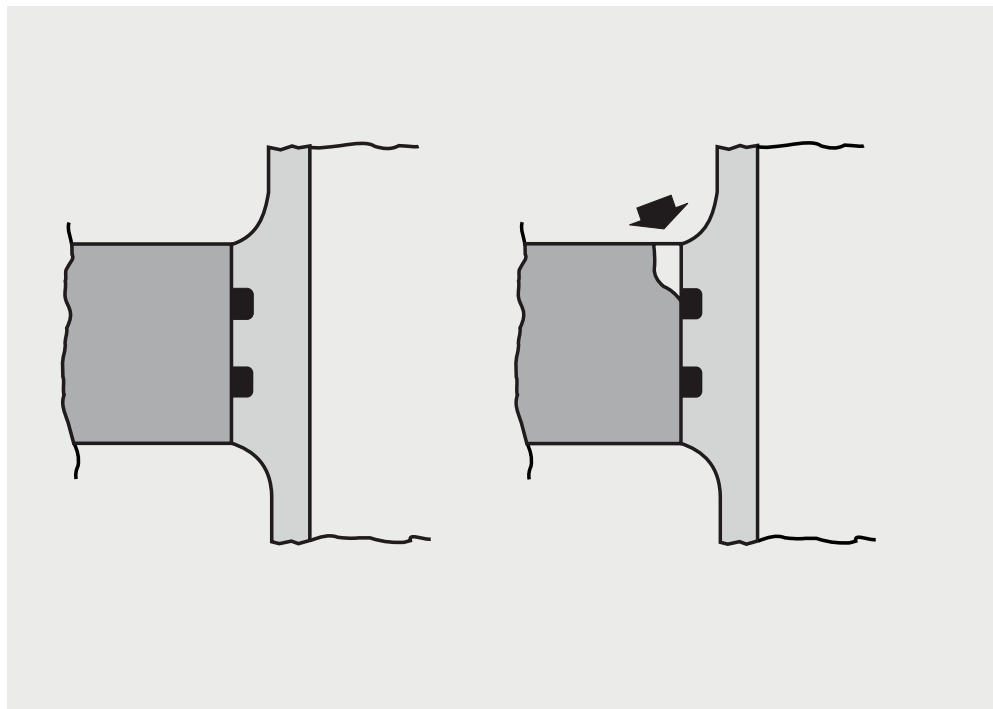

Abb. 3: Sitzfläche der Zylinderlaufbuchse
- Mangelhafter oder unpräziser Sitz der Laufbuchse im Gehäuse (Abb. 3). Die Buchsenbundaufgabe bzw. der Buchsensitz muss frei von jeglichen Fremdkörpern oder Dichtmitteln sein. Dies ist notwendig um einen sicheren und korrekten Sitz im Motorblock zu gewährleisten und die benötigte Flächenpressung beim Anzug des Zylinderkopfs sicherzustellen.